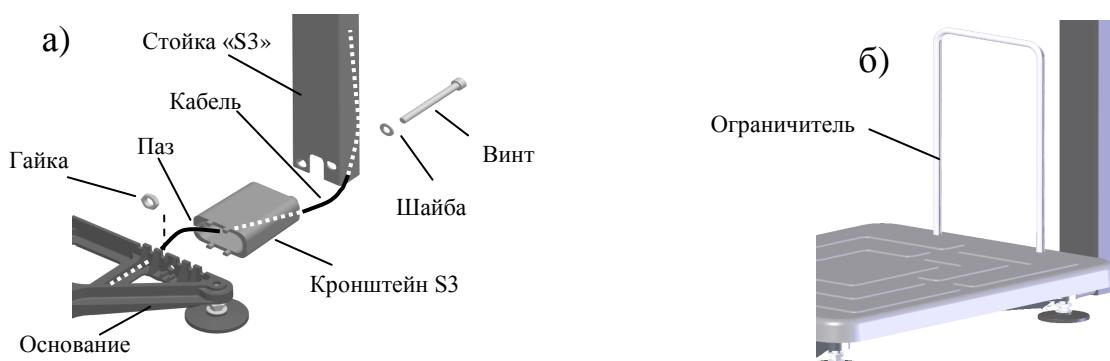

Рис. 5.2 - Крепление прямоугольной стойки к модулю TB-S\_
- Протянуть кабель через кронштейн и стойку, Рис. 5.2 а. Кабель должен входить в паз кронштейна.
- Плотно вставить в отверстия платформы ограничитель (Рис. 5.2 б).